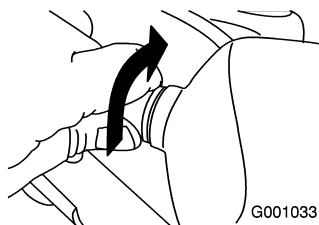

Figure 51
2. Tournez la base de l'ampoule dans le sens anti-horaire jusqu'à la butée (Figure 51).